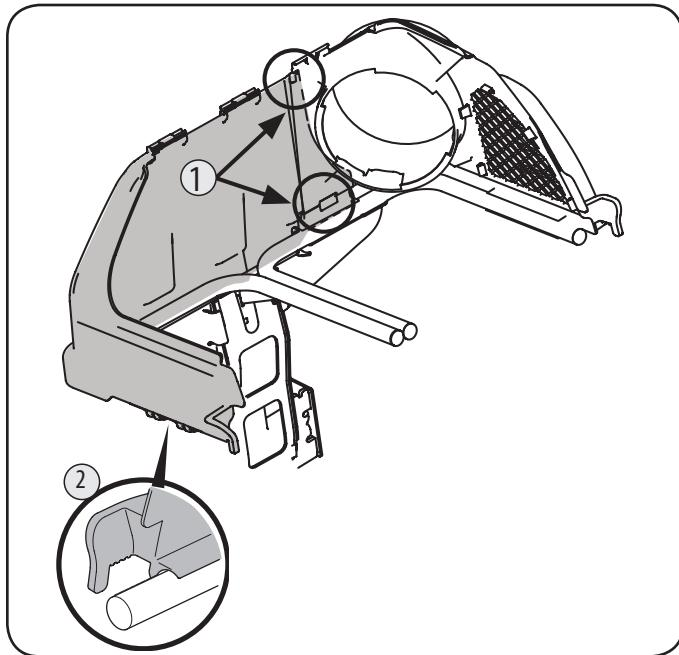

Figure 14
3. Faites glisser le couvercle du bac à herbe gauche sur le support de la goulotte supérieure et sur l'ensemble de support du sac. Verrouillez soigneusement les deux languettes en place à l'avant du support de la goulotte supérieure, comme indiqué au numéro 1 de la Figure 14. Installez les bagues sur la barre de support gauche de l'ensacheuse. Consultez le numéro 2 de la Figure 14.